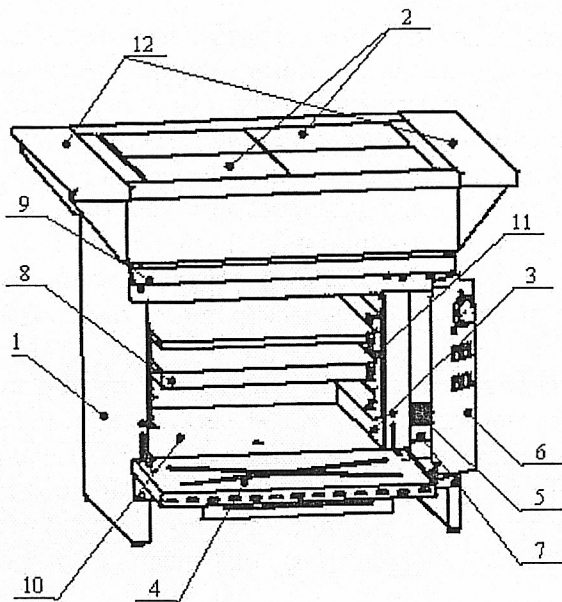
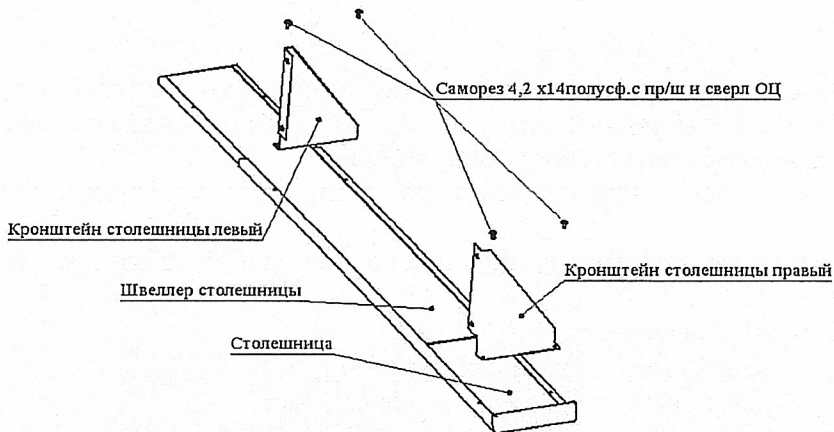

Рис.1
Рис.3
4.9. **Не допускается пролитие жидкостей на поверхности конфорок.** В случае попадания жидкости на конфорки необходимо отключить электроплиту от электропитания и очистить защитный поддон 9 (см.Рис.1). Попадание жидкости на конфорки может вызвать коррозию и выход из строя ТЭНов конфорки. Гарантийные обязательства на плиты со следами коррозии на конфорках не распространяются.
Внешний вид электроплиты представлен на рис.1 Электроплита имеет 4 конфорки, расположенные в верхней части и жарочный шкаф с дверью в нижней части. Лицевые поверхности электроплиты выполнены из нержавеющей стали. В правой части расположена панель управления. Клеммная колодка расположена за панелью управления. В верхней части плиты на уровне конфорок имеются две дополнительные столешницы (поставляются в разобранном виде, схему сборки см.на рис.3). В жарочном шкафу имеются легкосъёмные направляющие противней, два противня и экран, закрывающий нижний ТЭН жарочного шкафа. Над жарочным шкафом расположен защитный поддон, предотвращающий попадание остатков продуктов внутрь электроплиты. Для очистки защитного поддона его нужно выдвинуть вперёд, или полностью вынуть его.
- произвести сборку и установку на электроплиту дополнительных боковых столешниц (см.рис.3); возможна эксплуатация плиты без боковых столешниц;